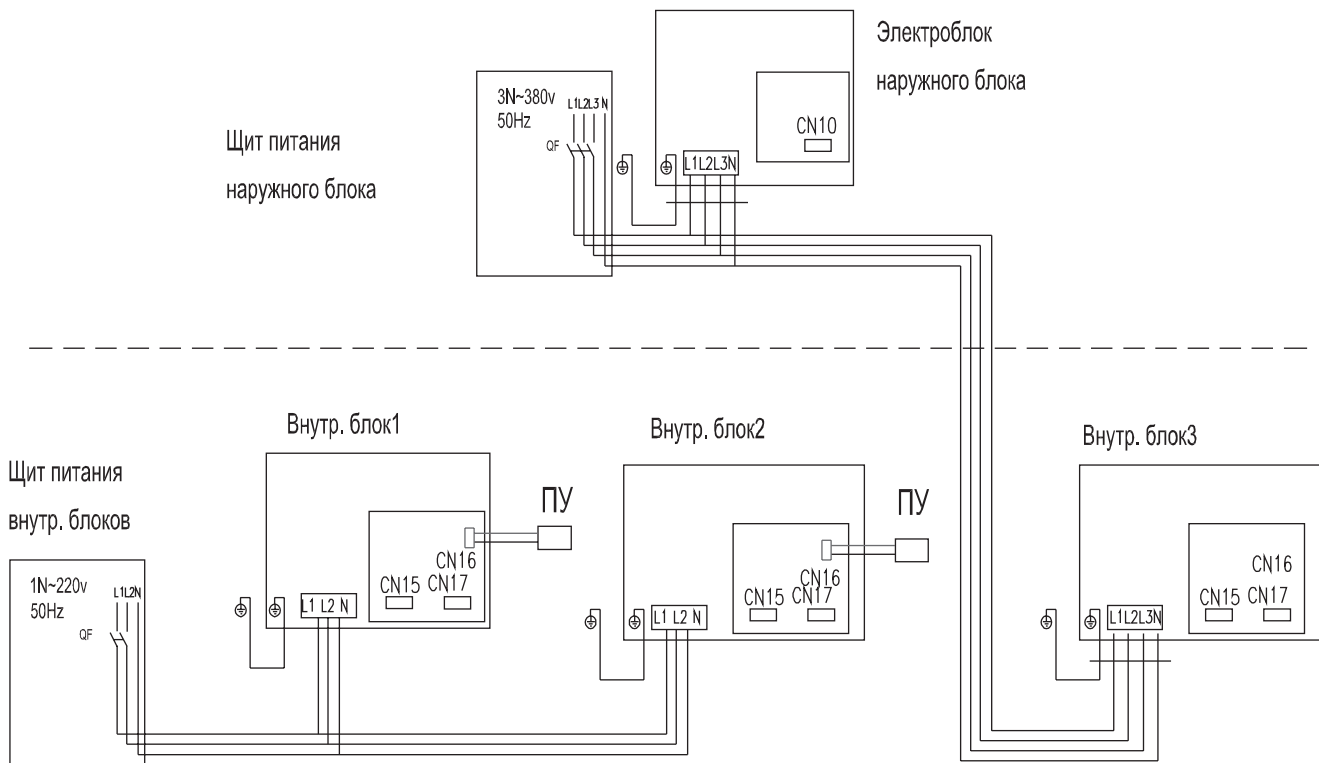

Рис. 8.2
8.10.1 Первый — подключение наружного блока и одного из внутренних к одному щитку электропитания (см. рис. 8.2).